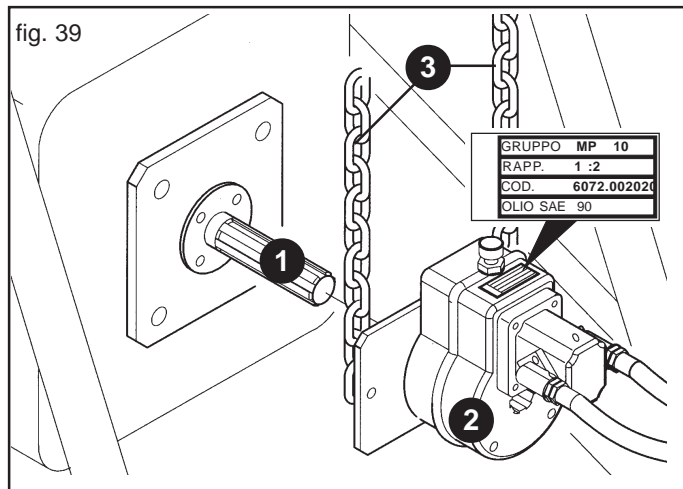

fig. 39
A motore spento e trattore bloccato, collegare correttamente tutti gli innesti rapidi. Pulire ed ingrassare la presa di forza del trattore (1, Fig. 39). Innestare il moltiplicatore (2) nella presa di forza dell'attrezzatura come in Figura 39. Verificare il corretto accoppiamento, bloccare la rotazione del moltiplicatore con le catene in dotazione (3) agganciandole ad una parte fissa del trattore.